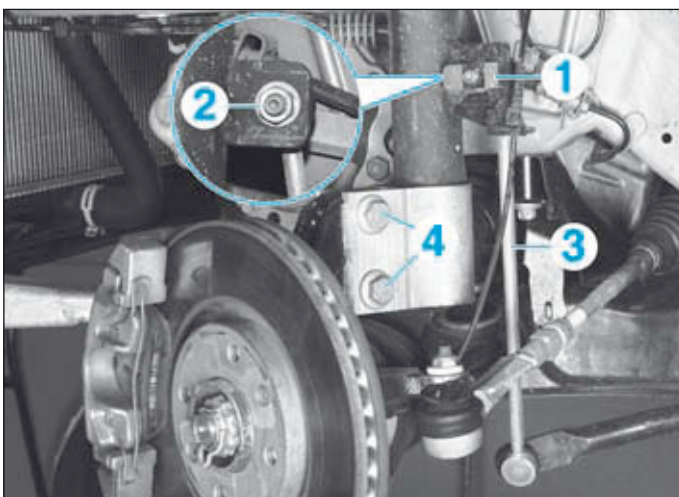

FIG.6
- Ecarter le support (1) du faisceau électrique (Fig.6).
- Déposer l'écrou (2).
- Ecarter la biellette de liaison (3) de la barre stabilisatrice.
- Déposer les vis (4).